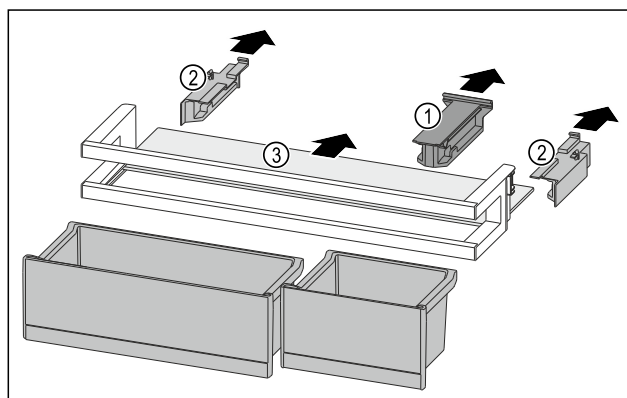

Fig. 132
- ▶ Zdjąć element trzymający Fig. 132 (1).
- ▶ Zdjąć elementy boczne Fig. 132 (2).
- ▶ Wyjąć półkę Fig. 132 (3).